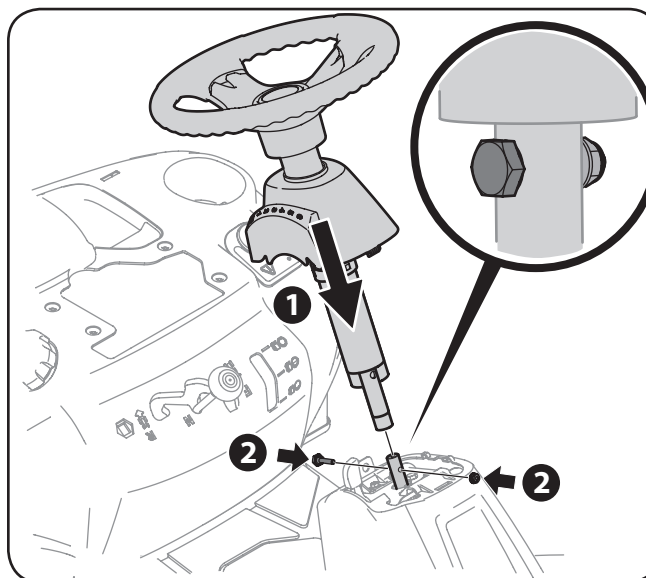

Figura 3-2
4. Bajo el conjunto de volante en la dirección inferior del eje y asegúrelo con el tornillo y la tuerca de seguridad retirados. Vea la Figura 3-2.